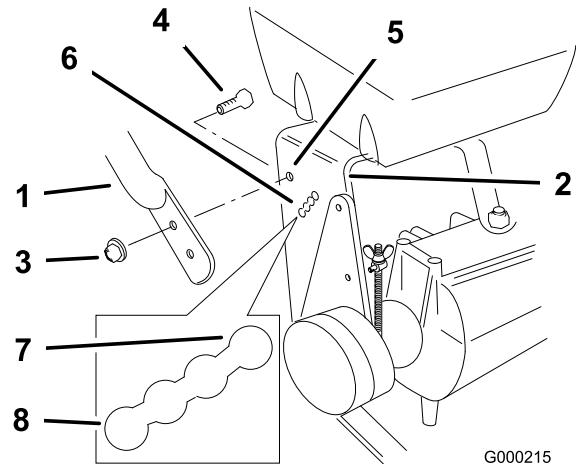

Figura 17
3. Retire los pernos con arandela prensada inferiores &Bolt3_8x1 y las tuercas con arandela prensada que fijan el manillar al bastidor trasero (Figura 17).